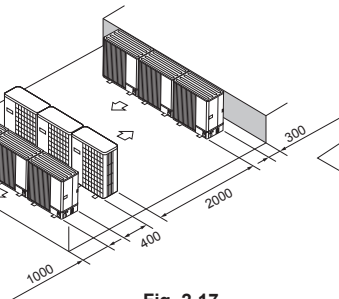

Fig. 2-17
- (6) Arrangement med flere parallelle enheder (Fig. 2-17)